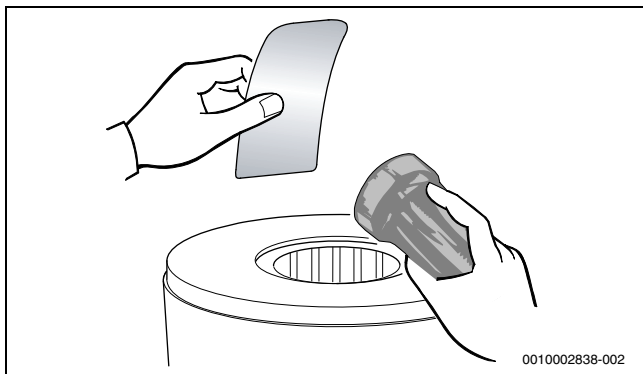

Bild 137 Wärmeblock auf Rückstände prüfen
- ▶ Wärmeblock erneut auf Rückstände prüfen (→ Bild 137).